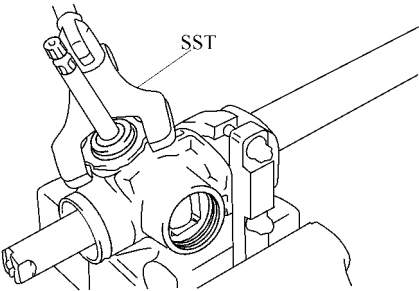

图 16-24 用专用工具拆下锁紧螺母
(8) 拆下小齿轮轴承调整螺钉的锁紧螺母。使用转向机壳大修工具拆下锁紧螺母，如图 16-24 所示。
(9) 拆下小齿轮轴承调整螺钉。